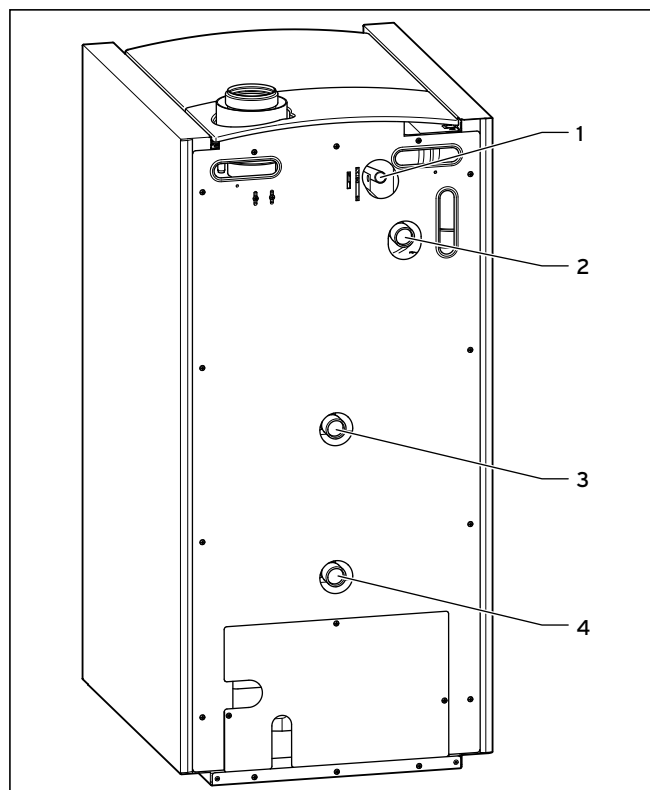

Fig. 5.4 Allacciamento lato riscaldamento
- Collegare il ritorno del bollitore di un bollitore ad accumulo al raccordo di ritorno del riscaldamento per elevata temperatura di ritorno (**3 in fig. 5.4**).